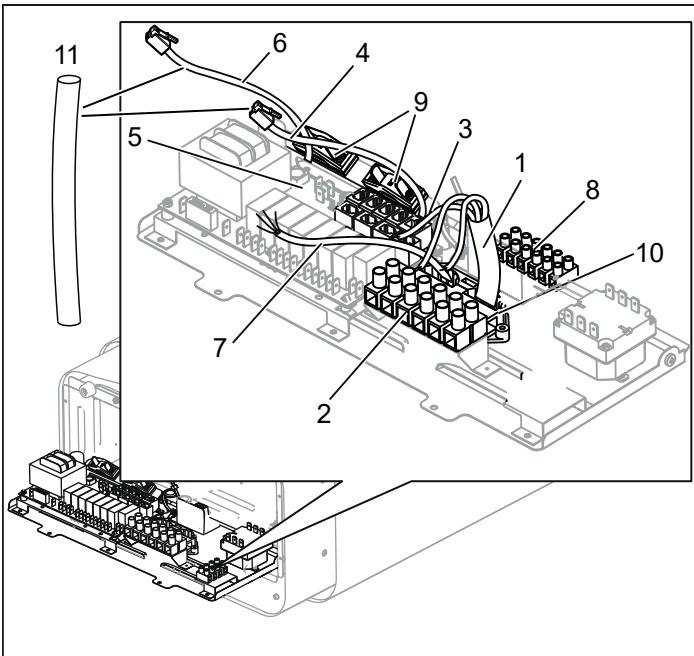
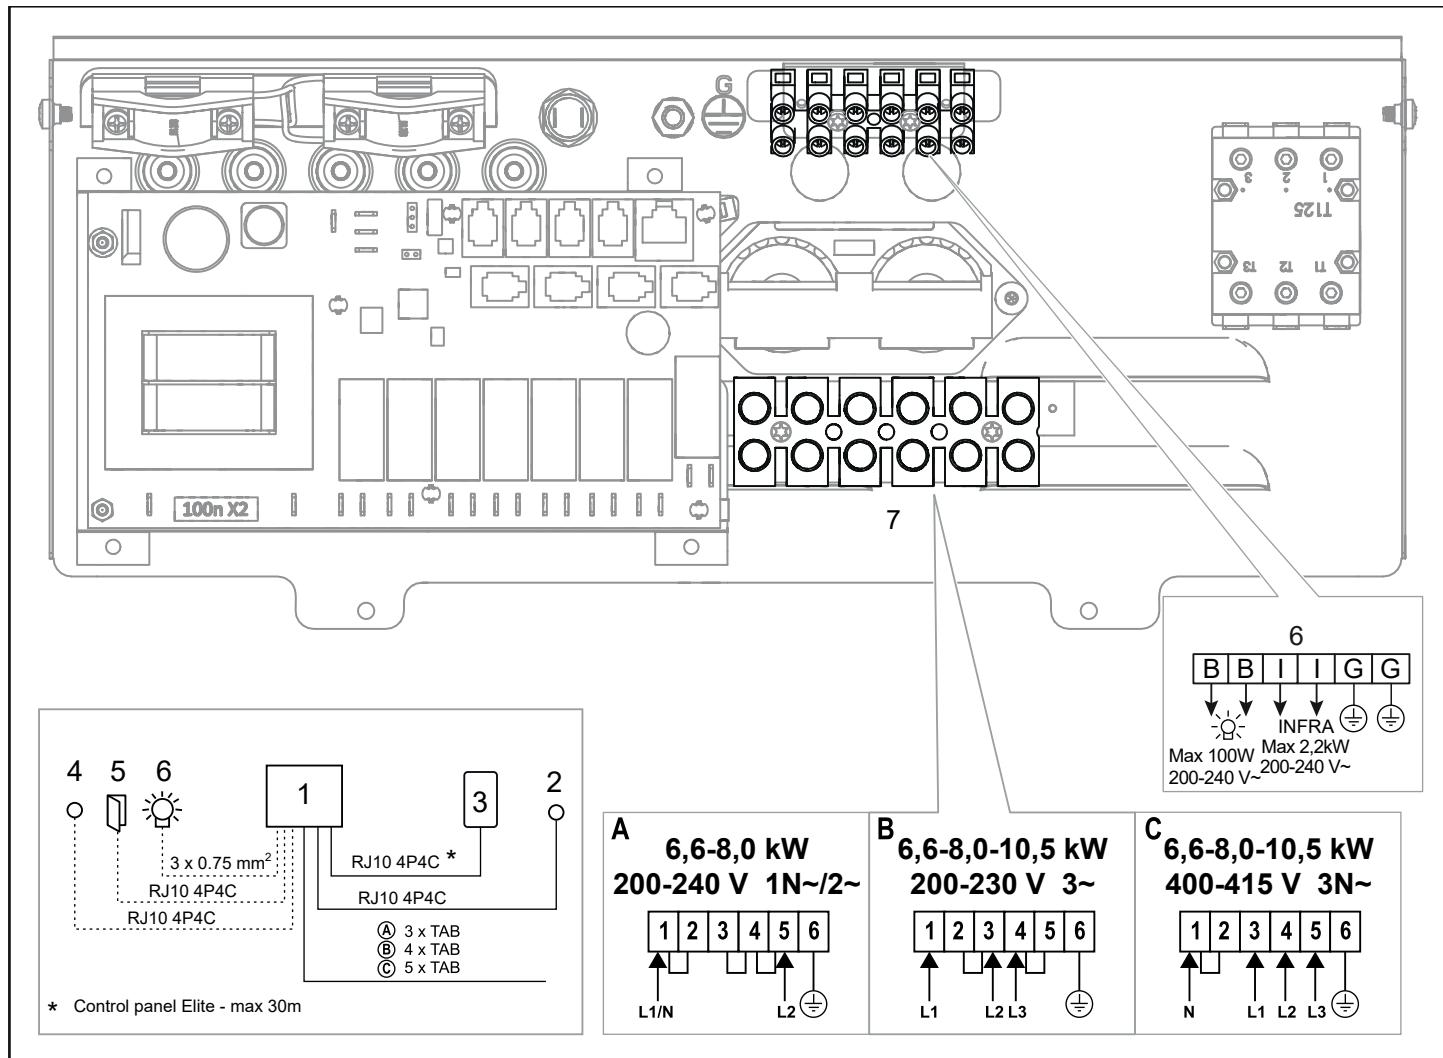
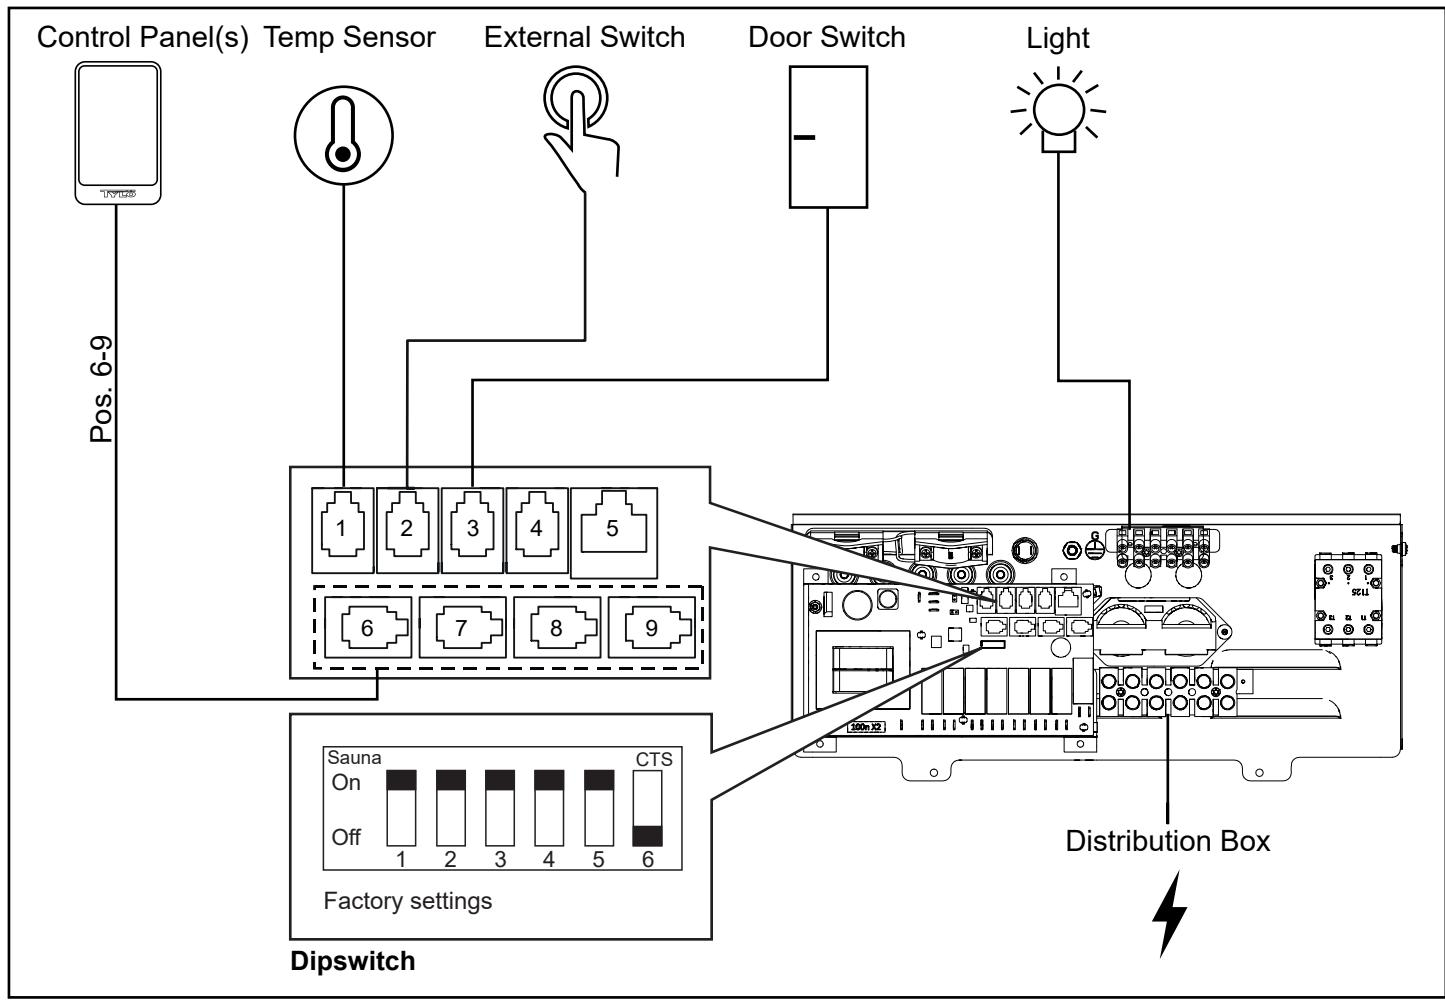

Fig 9: Kretskortet
Fig 17: Kopplingsschema
Fig. 18. Schematisk installation Sense Elite
3. Anslut elkabeln (se Fig 9) enligt kopplingsschema (se Fig. 17).
4. Dra kablar för manöverpanel och temperatursensor genom kabelgenomföringarna (se Fig. 9). Anslut manöverpanelens kabel i en av de fyra RS485-kontakterna (position 6-9) (se Fig 18).
5. Anslut sensors kabel till NTC-kontakten på kretskortet (position 1) (se Fig. 18).
6. Anslut eventuell kabel till belysning, se Fig 9, till enligt kopplingsschema Fig 17.
Vid inkoppling till spänningar eller fas-tal, som inte anges i kopplingsschema Fig 17, kontakta Tylö kundservice.